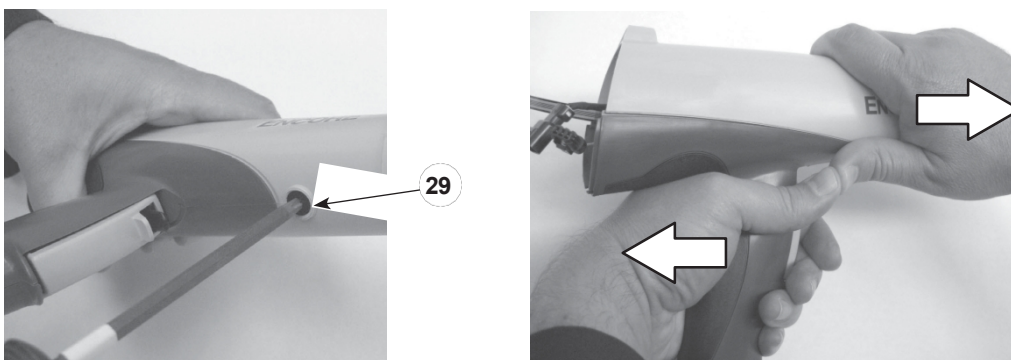

Abbildung 12 Abnehmen des Pistolenkörpers vom Handgriff
4. Siehe Abbildung 12. Die schwarze Nygonschraube (29) aus dem Pistolengehäuse entfernen.